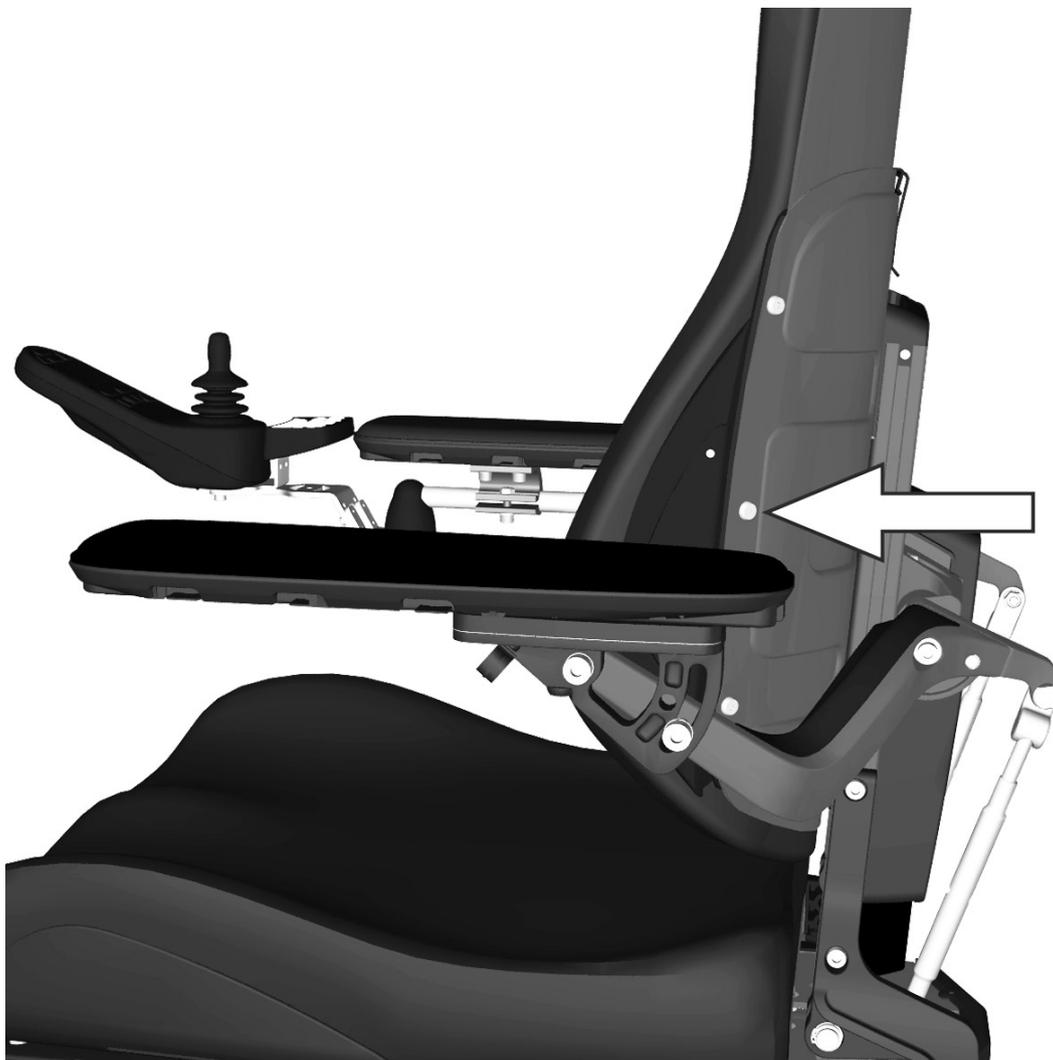

Abbildung 207. Die Höheneinstellung der Rumpfstütze wird mit einer Schraube fixiert.
1. Befestigungsschraube der Höheneinstellung der Rumpfstütze ca. 2 Umdrehungen. Siehe Abbildung. 207.